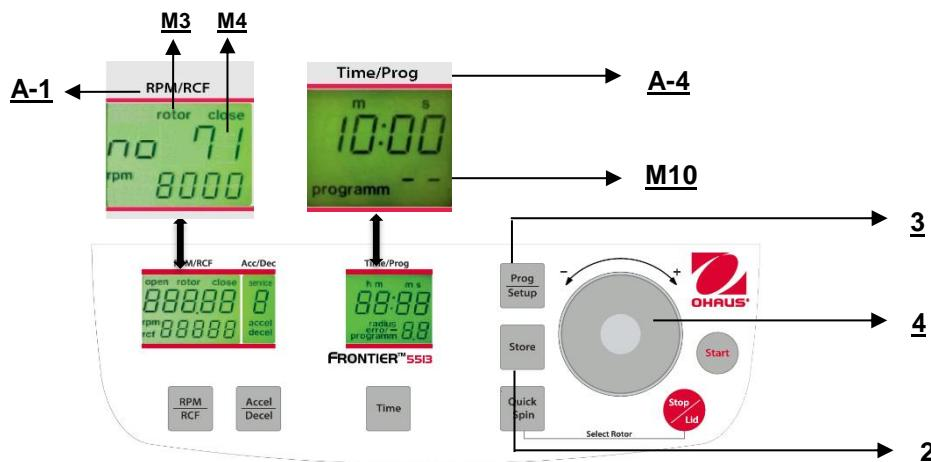

Figura. 23
Para recuperar programas almacenados, presione el botón "**Prog/Setup**" (3) (vea la Figura 23) mientras la tapa está cerrada. En la pantalla "**Time/Prog**" (A-4) aparece "**programm -**" (M10). El número de programa deseado puede preseleccionarse con el dial de ajuste (4).
Para salir del modo de programa, solo presione el botón "**Prog/Setup**" (3) (vea la Figura 23). Entonces, dentro de la pantalla "**Time/Prog**" (A-4) aparece la palabra "**programm**" (M10).